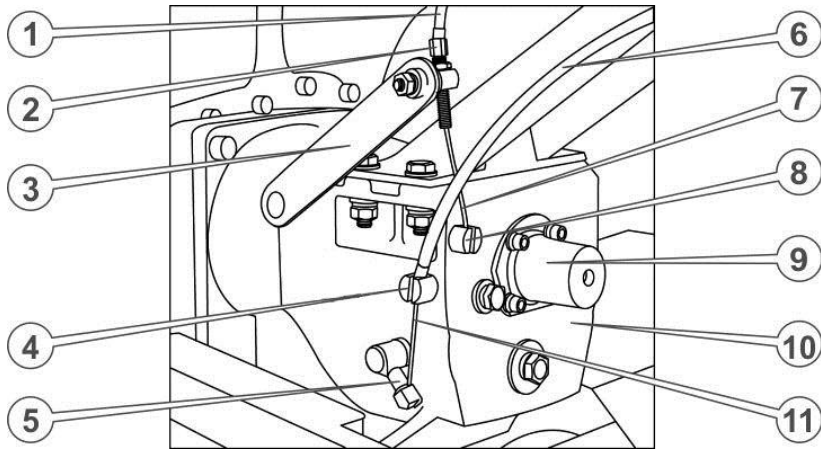

Рисунок 5.6 – Регулювання тросів ліворуч
29. Приєднати трос управління подачі палива, що йде від важеля на правій рукоятці керма. Для цього видалити пластикові фіксатори на коромислі механізму управління подачею палива, вставити сорочку троса в гніздо корпусу важеля регулювання подачі палива до упору, вставити трос в отвір регулювального гвинта (див. рис. 5.6), а потім в отвір фіксатора на коромисло механізму управління подачею палива й закріпити.
30. Приєднати трос управління зчеплення, що йде від важеля на лівій рукоятці керма. Для цього вставити сорочку троса в гніздо головки гвинта рукоятки до упору, закрутіть до упору довгий регулювальний болт на кінці важеля зчеплення (див. рис. 5.6), вставити трос в отвір цього регулювального болта і завести кінець троса в паз фіксатора, після чого викрутити регулювальний болт до виникнення натягу троса.